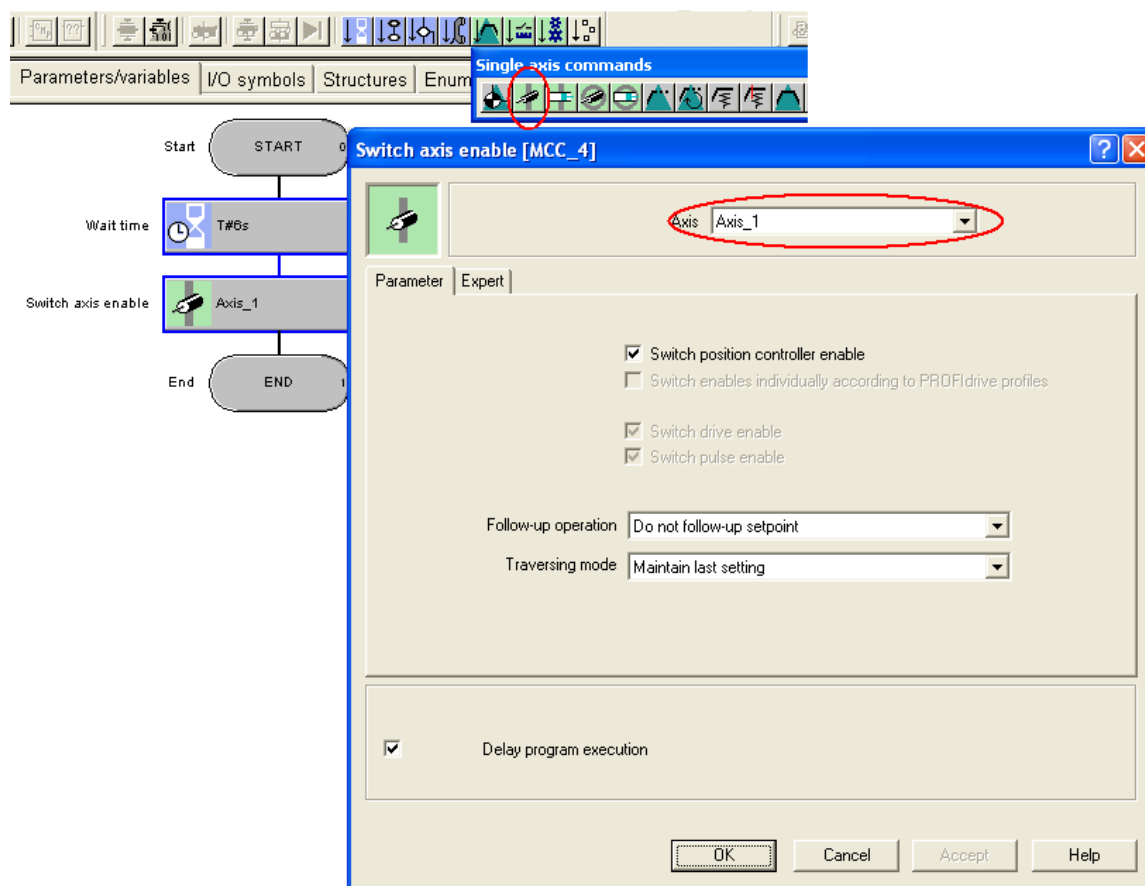

图 2.28 插入轴使能命令
(4) 在等待时间命令之后插入命令组下如图 2.28 所示的使能轴命令，在命令参数设置对面框中，选择 Axis_1。